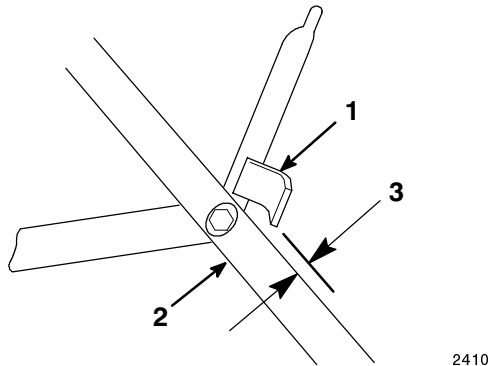

Bild 33
3. Drücken Sie die Schaltstange in Richtung Griff, um das Spiel aus dem Zug zu beseitigen (Bild 33).
5. Stecken Sie einen 5 bis 6 mm dicken Gegenstand zwischen den Bremshebel und den Griff (Bild 33).